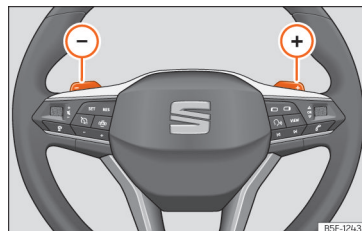

Abb. 154 Lenkrad: Hebel für Automatikgetriebe.
- Tippen Sie die Schaltwippe (+), um einen Gang hochzuschalten » Abb. 154.